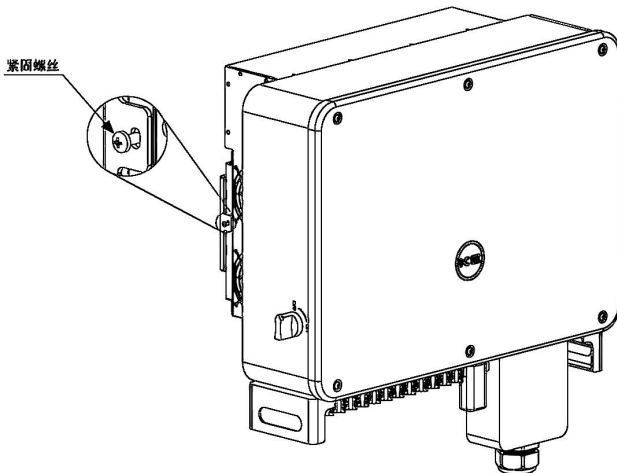

图 2.8 固定逆变器
5. 使用配件中的紧固螺丝将逆变器两侧固定在背挂板上(如图 2.8)。